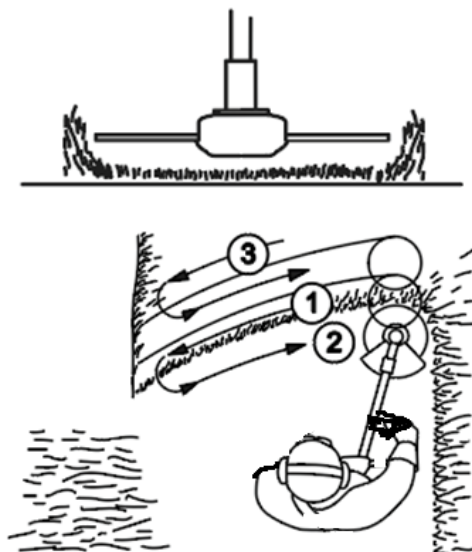

Рисунок 16. Схема скошування трави на ділянках вільних від перешкод.
3. Під час скошування плавно рухати виробом з боку в бік (рис. 16), намагаючись водночас утримувати різальну частину виробу на однаковій висоті над землею. Не намагатися скошувати високу траву за один раз. Це може призвести до намотування трави та перевантаження двигуна. Скошування високої трави рекомендовано починати поступово, починаючи з верхівок.